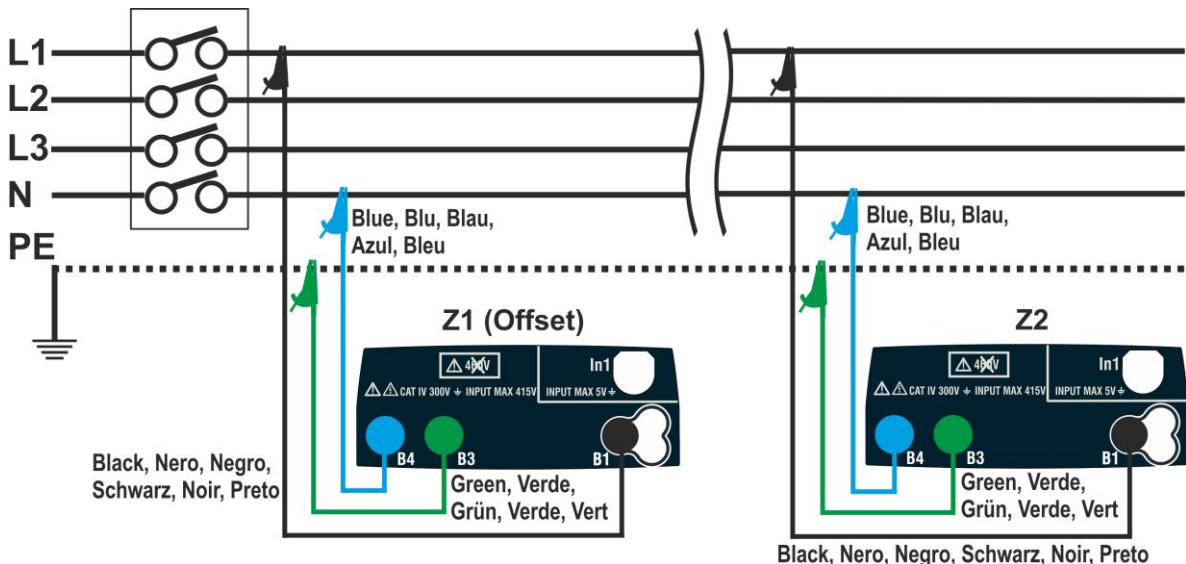
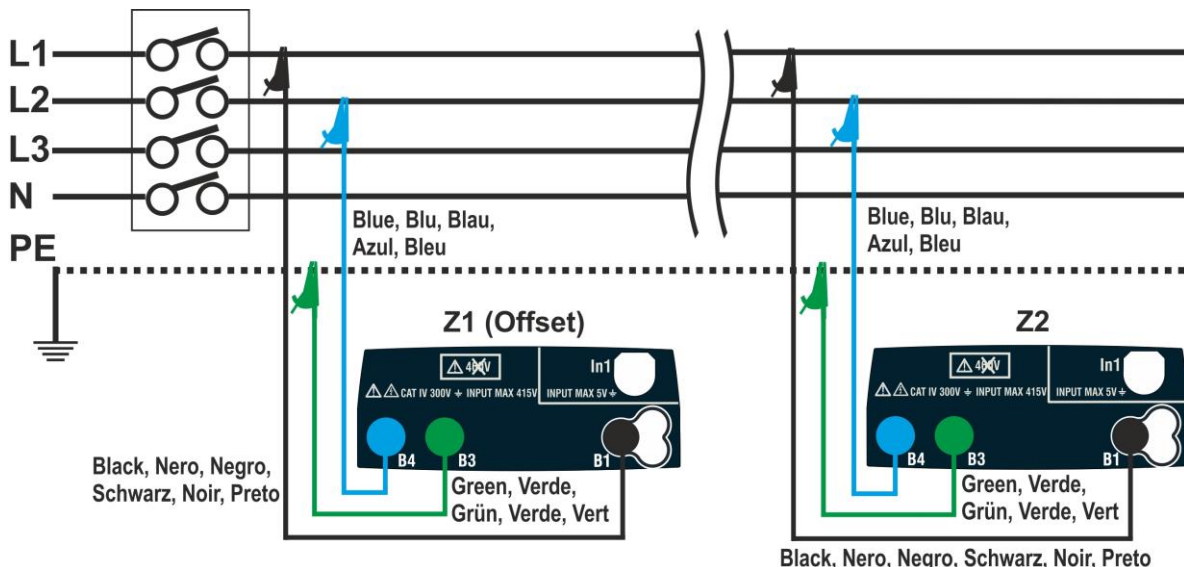

Fig. 40: Collegamento strumento per misura caduta di tensione in modo L-N
Fig. 41: Collegamento strumento per misura caduta di tensione in modo L-L
4. Collegare lo strumento al punto iniziale della linea principale in prova (tipicamente a valle di un dispositivo di protezione) in base alla Fig. 40 o Fig. 41 per effettuare la prima misura di impedenza **Z1 (Offset)**. In questo caso lo strumento misurerà l'impedenza a monte del punto iniziale della linea principale in prova prendendola come riferimento di partenza. La schermata seguente (riferita alla misura L-L) è mostrata a display
7. Collegare lo strumento al punto finale della linea principale in prova in accordo alle Fig. 40 o Fig. 41 per misurare l'impedenza **Z2** a fine linea. Notare il valore Z1 (Offset) precedentemente misurato mostrato a display